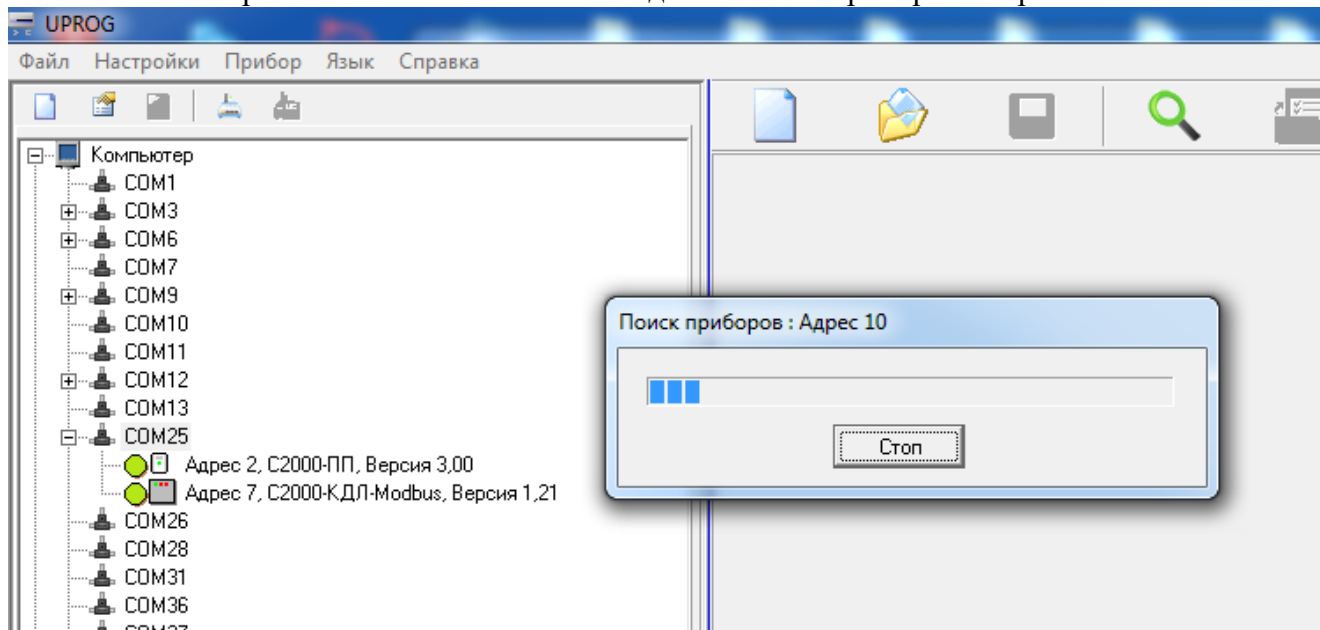

Рисунок 6. Поиск подключенных приборов
2.2.2.1 Настройка начинается с поиска подключенных приборов см. рис. 6: